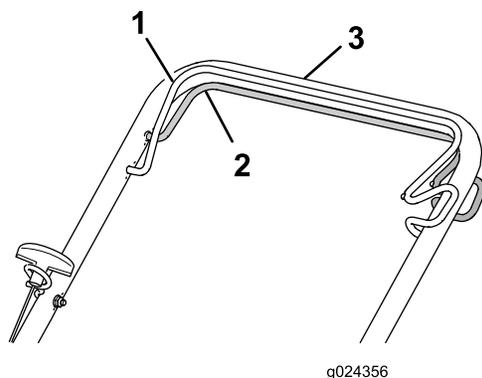

Figure 14
- Pour engager l'autopropulsion :** Serrez et maintenez la barre de commande d'autopropulsion contre le guidon (Figure 14).